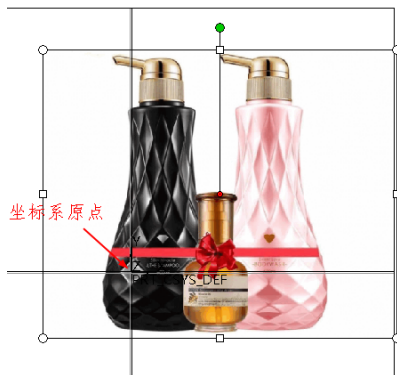

图 4-154 调整图像位置
- 拖动图像到合适位置，“图像”选项卡中其余选项保持默认设置，单击“确定”按钮, 关闭该选项卡，完成图片导入操作，如图 4-154 所示。